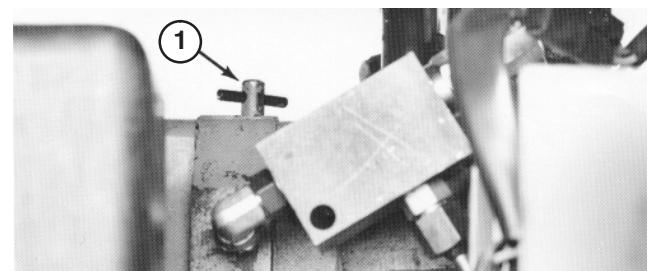

Figure 16
- Localisez la vanne de dérivation sur la transmission (Fig. 16) et tournez-la dans le sens anti-horaire de 1/2 à 1 tour. En s'ouvrant, la vanne ouvre un passage à l'intérieur de la pompe, et l'huile de transmission est ainsi mise en dérivation. Il est alors possible de pousser la machine sans endommager la transmission.